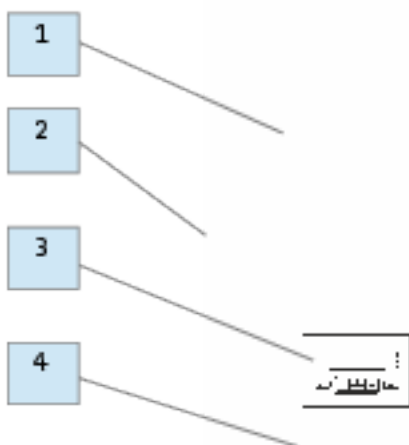

Рисунок 1. Внешний вид прибора.
4.2 Внешний вид прибора представлен на рис. 1.
- запрещается работать прибором при снятом кожухе (1) или панели лицевой (2) рис. 1.